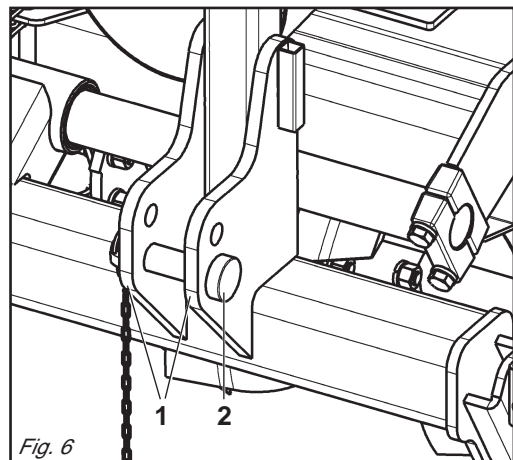

Fig. 6
Poiché le barre del sollevatore di ciascun trattore hanno una loro lunghezza ed un foro con un ben determinato diametro, è necessario per ogni modello determinare la posizione più favorevole della macchina da applicare, inserendo i perni (2 Fig. 6) nei fori delle piastre a seconda del giusto diametro.
- 1 - Accostare le barre del sollevatore ponendole all'interno delle piastre (1 Fig. 6), inserire il perno (2 Fig. 6) nel foro predisposto e bloccare con le copiglie a scatto.
All machines can be hitched to any tractor equipped with a universal three-point coupling. Since the lifting bars of the lift on each tractor are of a certain length and possess a hole with a certain diameter, it will be necessary to establish the most favourable position for the machine according to the model in question. This is done by inserting the pins (2 Fig. 6) suitable plate holes.
- 1 - *Near the lift bars, setting them in plates (1 Fig. 6). Insert the pin (2 Fig. 6) into the relative hole and lock in place with the snap-in split pins.*
Alle Maschinen lassen sich an jedem Schlepper montieren, der mit einer universellen Dreipunkt-Kupplung versehen ist. Da die Lenker jedes Schleppers eine andere Länge und ein Loch mit einem bestimmten Durchmesser haben, ist es für jedes Modell erforderlich, die günstigste Anbauposition der Maschine festzulegen, indem man die Bolzen (2 Abb. 6) in die Löcher der Platten steckt, die je nach Bedarf und dem richtigen Durchmesser in Frage kommen. Der Hersteller haftet nicht für Schaden am Schlepper.
- 1 - Die Lenker des Krafthebers annähern und in die am besten geeigneten Platten schieben (1 Abb. 6). Den Bolzen (2 Abb. 6) in das Loch stecken und mit dem einrastenden Splint blockieren.
Les barres du relevage de chaque tracteur ont une longueur et un trou d'un diamètre donné; pour chaque modèle, il faudra donc déterminer la position plus favorable de la machine à monter, en mettant les axes (2 Fig. 6) dans les trous des suivant du diamètre convenable.
- 1 - *Approchez les barres du relevage en les plaçant à l'intérieur des plaques les (1 Fig. 6), introduisez l'axe (2 Fig. 6) dans le trou correspondant et bloquez par les goupilles à encastrement.*
Considerando que las barras del elevador de cada uno de los tractores tienen una longitud y un orificio con un preciso diámetro, es necesario para cada modelo determinar la posición más favorable de la máquina a aplicar, introduciendo los pernos (2 Fig. 6) en los orificios a su diámetro.
- 1 - Acercar las barras del elevador poniéndolas dentro de las placas (1 Fig. 6), introducir el perno (2 Fig. 6) en el orificio y bloquear con los pasadores de resorte.